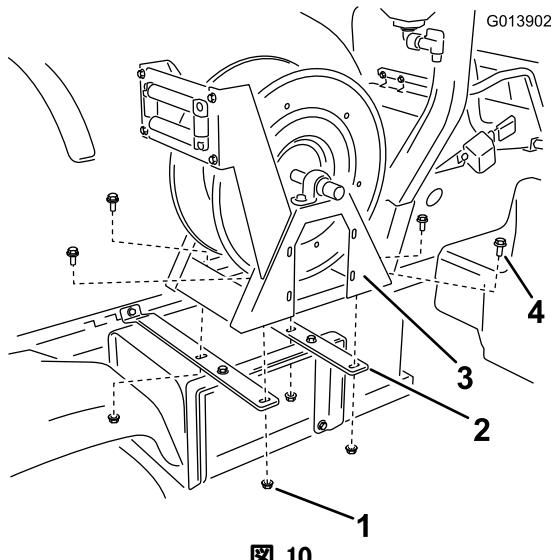

図 10
5. ホース・リール・アセンブリをホース・リール・ストラップに取り付ける(図 10)；フランジ・ヘッド・ボルト(3/8 x 1 インチ)